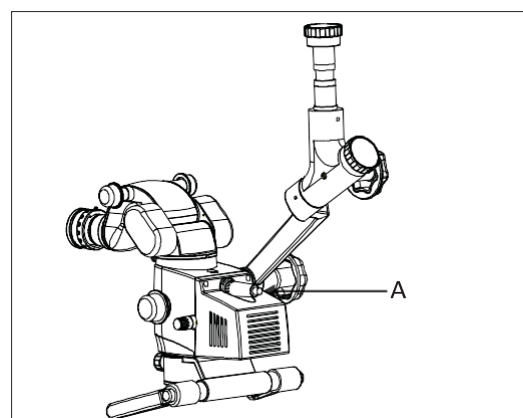

Fig. 5
- Insérez le fil d'alimentation dans la prise du microscope jusqu'à ce qu'il soit correctement serré en position, comme indiqué comme A sur la Fig.5.